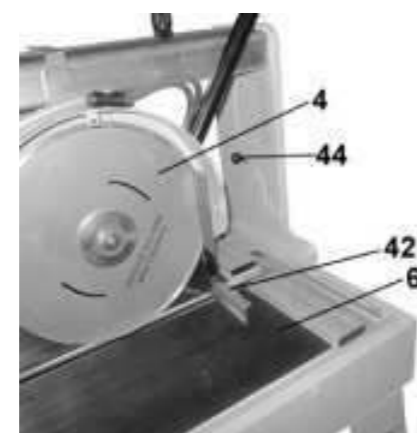

Рис.12
10.2.1. Ослабьте положение двух винтов фиксации (14). Установите отрезной диск (4) в вертикальное положение на отметку 0° по шкале (17) и указателю (16), Рис. 2. Снимите крышку (43) защитного кожуха (5), п.12.2. Как показано на Рис.12, проверьте угол 90° положения отрезного диска (4) относительно рабочего стола (6); при необходимости произведите корректировку положения указателя (16). Для удобства в работе при изменении угла наклона отрезного диска (4) отрегулируйте положение двух ограничителей (44) в положении отрезного диска (4) под углом 90° относительно рабочего стола (6).